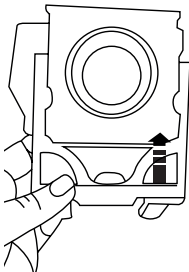

Fig. 13 – Removendo o saco de pó do suporte
4. Retire o saco de pó do suporte, conforme mostra a Fig. 13 ;